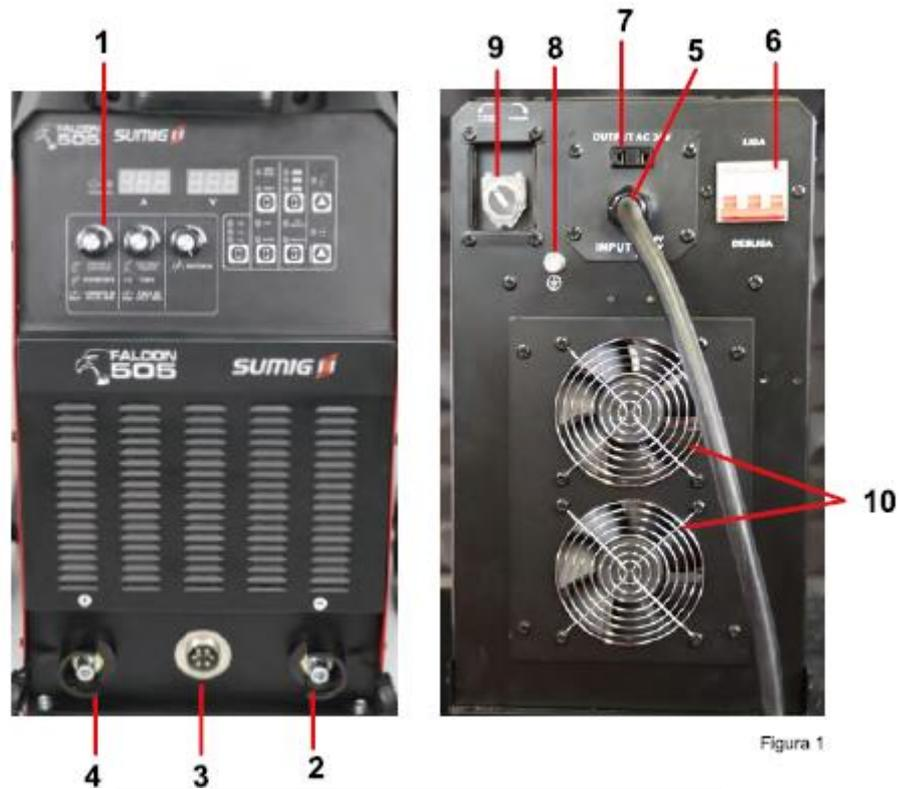

Figura 1
A **Figura 1** demuestra la posición y función de los componentes externos de la máquina y en el **la tabla 2** es Puedes ver la descripción de cada ítem:
6.1.1 Conectar el cable de alimentación trifásica de la máquina a la red deseada, observando que el selector de tensión (**posición 9, figura 1**) cumple con el nivel de voltaje seleccionado (220/380 o 440 Voltios). Encienda el equipo.